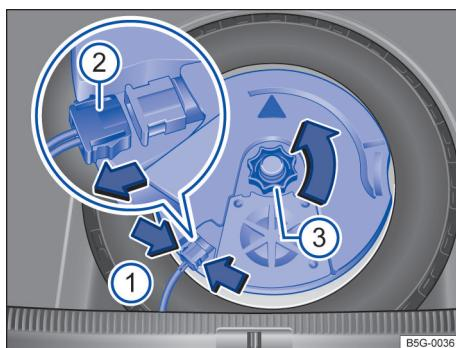

Fig. 246 No compartimento de bagagem: desinstalar o subwoofer (variante 1).
- Para destravar o conector → Fig. 246 2, pressionar as linguetas → Fig. 246 (setas ①).
- Puxar o conector → Fig. 246 2 no sentido da seta e colocar o cabo elétrico removido a um lado.
- Girar o manípulo → Fig. 246 3 para fora no sentido da seta.
- Introduzir o conector → Fig. 246 2 até que encaixe no lugar de forma audível.
- Girar o manípulo → Fig. 246 3 no pino rosqueável no sentido contrário ao da seta até que o subwoofer esteja preso com segurança.